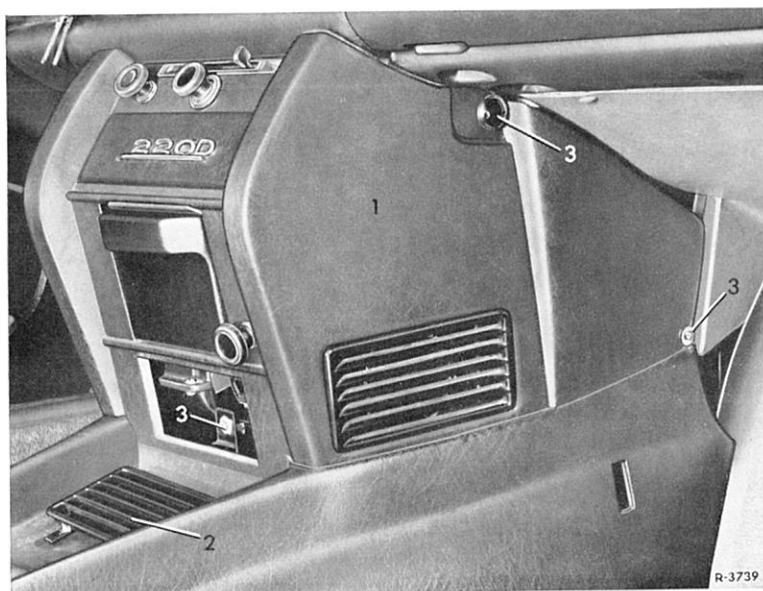

Bild 83—15/3
6 Am Saugventil (1) ein Saugdruckmanometer (3) mit Druck- und Temperaturskala für R 12 (Meßbereich Druckskala -1 bis $+10 \text{ kp/cm}^2$ und Temperaturskala -70° bis $+35^\circ \text{ C}$) anschließen (Bild 83—15/2).
Hierzu Abdeckung (1) zwischen Tunnel und Instrumententafel entfernen (Bild 83—15/3). Anschließend am Temperaturschalter Einstellschraube in Richtung „colder“ verstellen. Eine volle Umdrehung entspricht ca. 2° C .